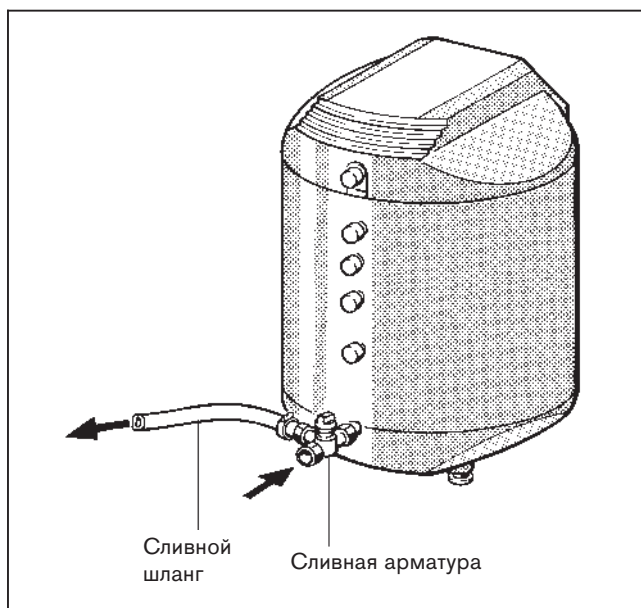

Рис. 12
- Установить сливную арматуру так, чтобы подвод холодной воды был закрыт, а сливная линия открыта (рис. 12).
- Вывинтить шестигранные болты из крышки ручного отверстия, снять крышку ручного отверстия, вместе с магниевым анодом (рис. 12).